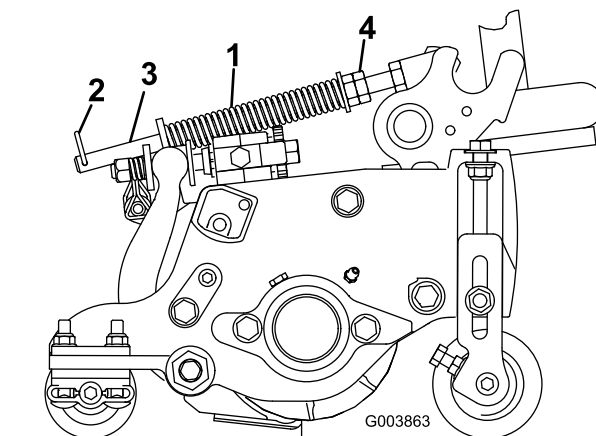

Figure 16
1. Vérifiez que la goupille fendue est insérée dans le trou de la tige de ressort (Figure 16).
2. Serrez les écrous hexagonaux à l'extrémité avant de la tige de ressort jusqu'à ce que la longueur du ressort comprimé soit égale à 15,9 cm (Figure 16).
**Remarque:** Si le plateau de coupe doit être déposé de la machine, déplacez la goupille fendue dans le trou avant de la tige de ressort (Figure 16). Veillez à remettre la goupille fendue dans le trou arrière de la tige de ressort lorsque le plateau de coupe est remis en place sur la machine.